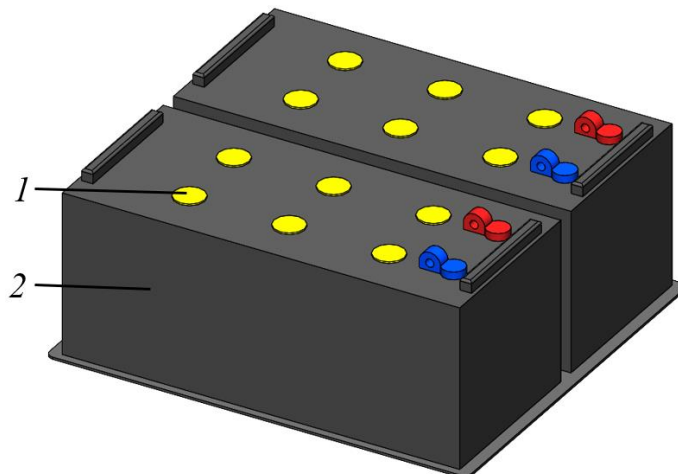

Рисунок 5.4. Аккумуляторные батареи
- ▶ Открыть пробки наливных горловин во всех отсеках (для открытия вращать пробку против часовой стрелки) аккумуляторной батареи, рис. 5.4.